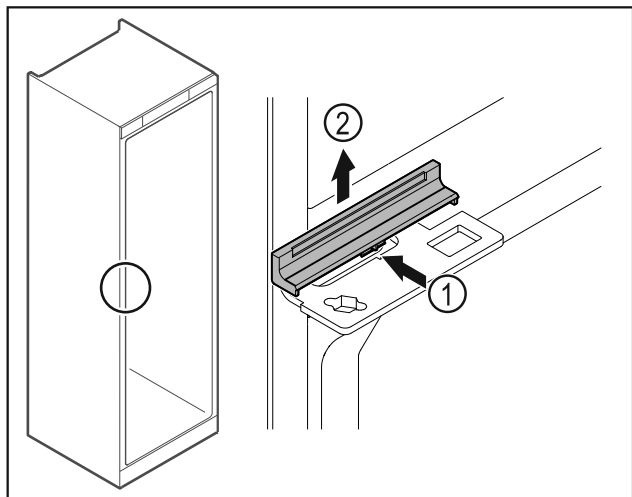

Fig. 48
- ▶ Vajutage katet Fig. 48 (1) keskelt veidi sisse ja võtke ülespoole maha Fig. 48 (2).